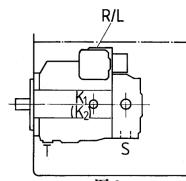

图 3
a) 当油箱的最低液面和泵的上端同高或更高或，泄油口和《S》口可开放（见图3）。